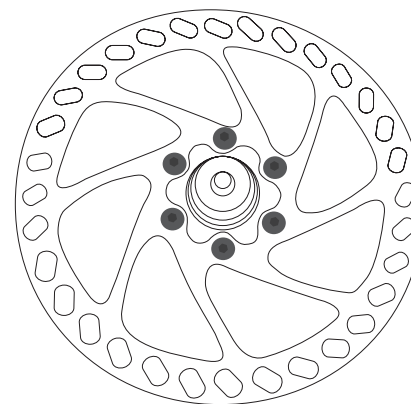

図3. ローターボルト
ディスクブレーキ用ホイールでは、ブレーキローターの取付を確実に行ってください(図3または4)：
- ローターボルト(図3)の締付トルクは45-55 Lb•in (5-6.2 Nm)。